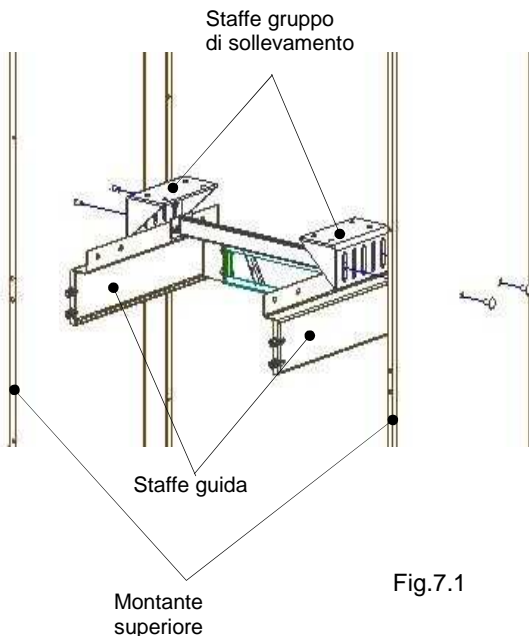

Fig.7.1
- ✓ Posizionare le staffe per il gruppo di sollevamento con i fori posizionati sul montante superiore della struttura utilizzando le viti testa tonda quadro sottotesta M10x25 e i dadi flangiati M10 (Fig. 7.1).
Per strutture con montanti ridotti non sono previste le staffe per il gruppo di sollevamento come indicato in fig. 7.1